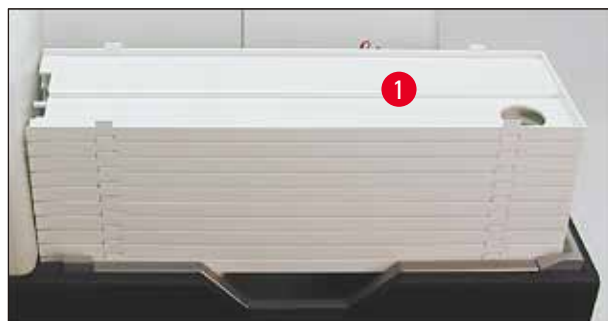

図 43
1. トレーのスタック (→ "図 43-1") をアンロードステーションのリフトテーブルの上に配置します (→ "図 43")。